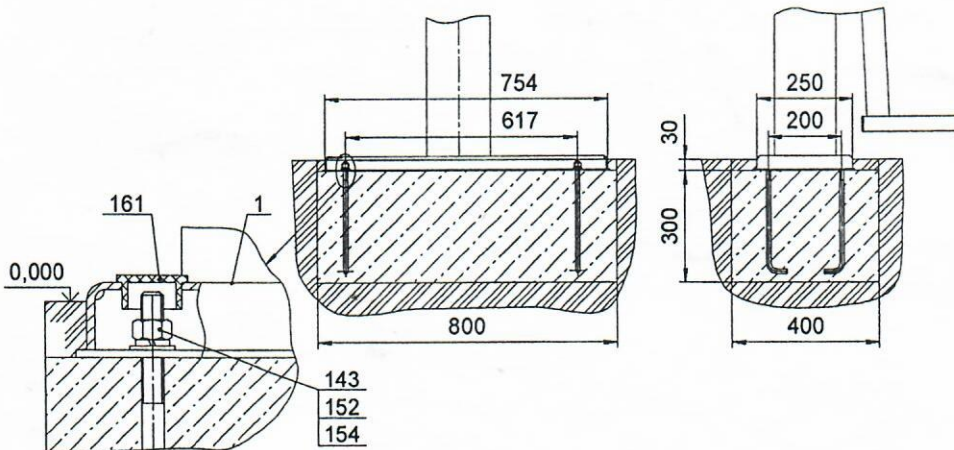

Рис. 3
- Установить в приямок болты анкерные (поз.50) по размерам на рис.3. Произвести заливку приямка бетоном. Поверхность бетона выровнять горизонтально по уровню.
Убедиться в сухости и прочности залитого бетона. Установить тренажер на анкерные болты и закрепить, установить заглушки поз.161 (рис.3)